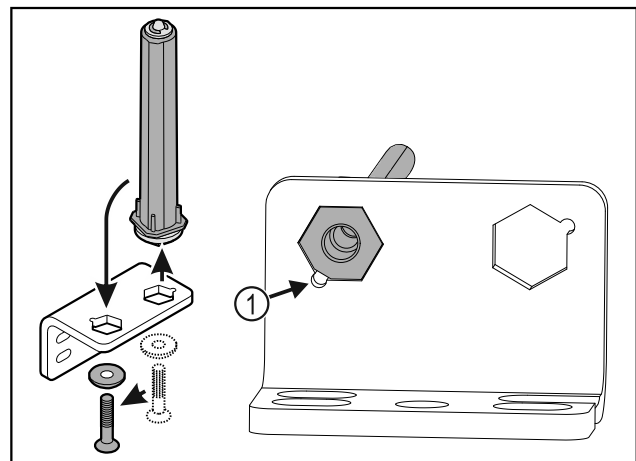

Fig. 33
- Se till att bultens fasning Fig. 33 (1) är vänd mot det runda hålet vid isättningen.